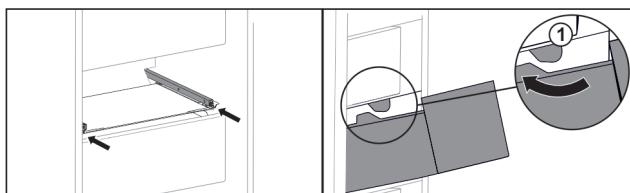

Fig. 53
- Обвести висувний ящик навколо стопора Fig. 53 (1).